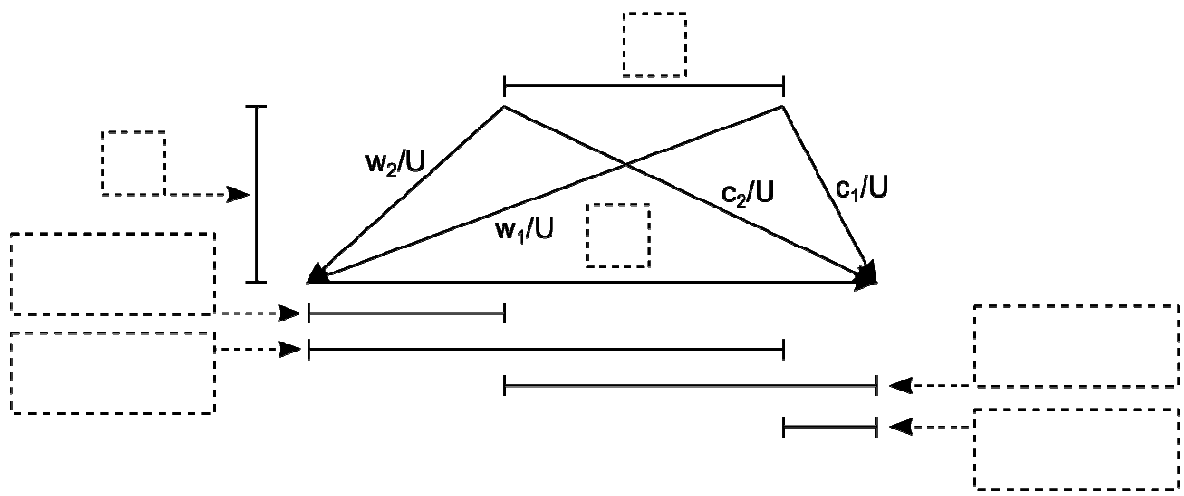

Abbildung 4: Dimensionsloses Geschwindigkeitsdreieck mit Feldern für die Formulierungen der dimensionslosen Geschwindigkeitskomponenten
- c) Tragen Sie die auf diese Weise formulierten Geschwindigkeitskomponenten in Abbildung 4 ein. (3 Punkte)